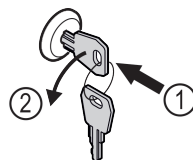

Fig. 181
- Vajutage võti sisse. Fig. 181 (1)
- Keerake võtit 90° vastupäeva. Fig. 181 (2)